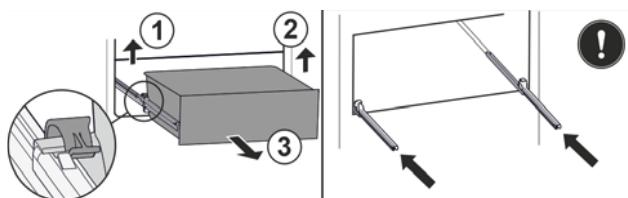

Fig. 110
- Приподнимите левый зажим и одновременно вытяните движением вперед выдвижной ящик слева. Fig. 110 (1)
- Приподнимите правый зажим и одновременно вытяните движением вперед выдвижной ящик справа. Fig. 110 (2)
- Извлеките выдвижной ящик движением вперед. Fig. 110 (3)